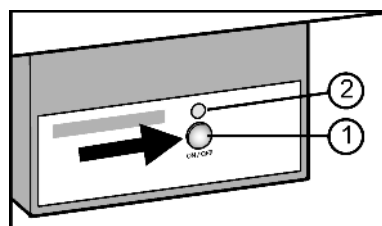

Fig. 30
- ▶ Druk op de toets On/Off Fig. 30 (1), zodat de LEDs Fig. 30 (2) branden.